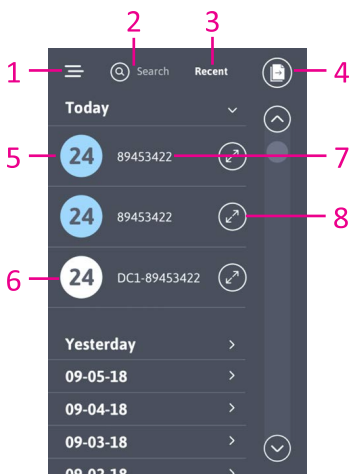

Рисунок 18
В меню «Журнал результатов» результаты самого последнего анализа отображаются первыми. На Рис. 18 отображены следующие значки, перечисленные слева направо и сверху вниз:
4. Иконка «Документы» в правом верхнем углу предназначена для экспорта записей за последние 7 дней путем печати или в электронной форме через USB (Рис. 18)